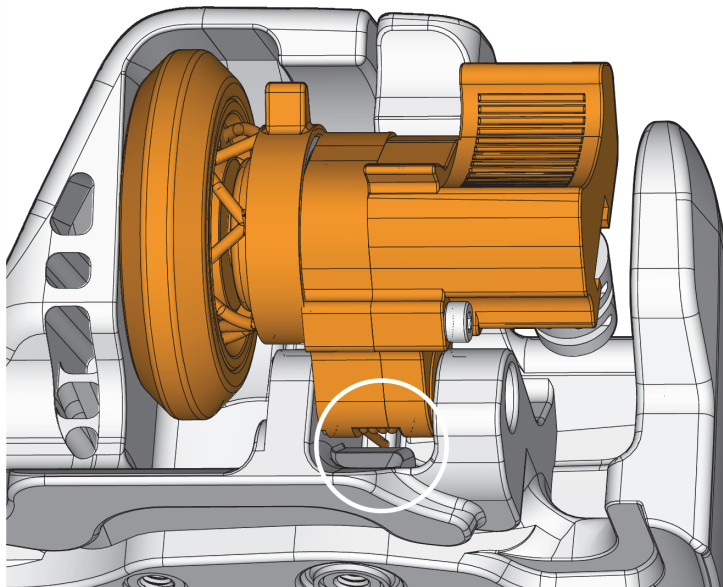

Figura 5-14 Posizionamento molla
4. Per reinstallare l'unità dell'encoder dell'indice, verificare il posizionamento della molla contro la parete del telaio e comprimere la molla nel momento di inserimento dell'unità (vedi Figura 5-14 a pagina 89).